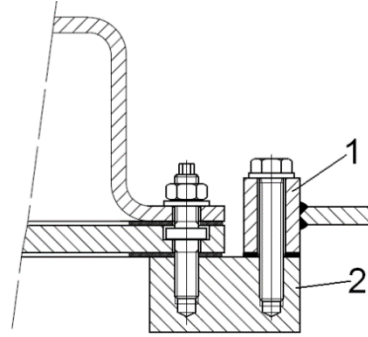
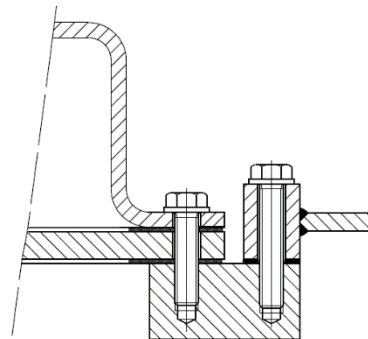

Ilustración 9a. Disposición de montaje en la parte inferior con pernos del collar.
Ilustración 9b. Disposición de montaje en la parte inferior con pernos estándar.
- La estructura 1 es la estructura que se ha de soldar en la placa superior de la toma de mar (artículo 2 de la ilustración 9a).
- La estructura 2 es la que se utilizará como interfaz, para atornillar el haz tubular a la estructura de montaje (artículo 2 de la ilustración 9a).
La ilustración 9a muestra los pernos del collar; del mismo modo, la ilustración 9b muestra los pernos estándar para la cubierta de agua.